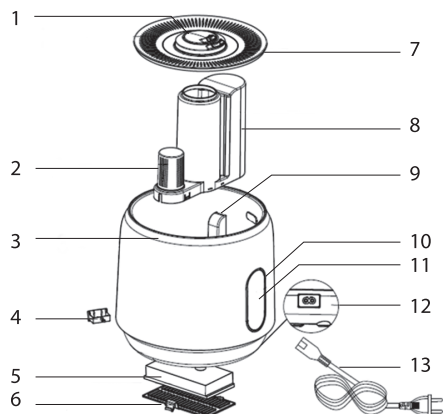

Рис. 1 Устройство прибора
| Функцияароматизации                                  | Аромакапсула находится с обратной стороны базы прибора (рис. 1). В нее можно добавлять эфирные масла и ароматизаторы для создания в комнате атмосферы уюта и комфорта. В сезон простуд в аромакапсулу можно добавлять, например, эвкалиптовое эфирное масло для профилактики простудных заболеваний. Как воспользоваться функцией ароматизации смотрите в разделе «Подготовка к работе». |
1. Снимите с прибора крышку бака с распылителем. (рис. 1).
При перемещении увлажнителя всегда держите прибор за базу (рис. 1). Если в приборе есть вода, во избежание ее попадания в электронные узлы через шахту вентилятора (рис. 1), держите прибор вертикально.
Воздушный фильтр предназначен для очистки воздуха, поступающего в прибор, от крупных частиц пыли и шерсти домашних животных. Воздушный фильтр установлен в специальный отсек в месте входа воздушного потока. Чтобы извлечь фильтр предварительной очистки, необходимо снять крышку воздуховода со дна прибора (рис.1).
3. Слейте воду из базы прибора так, чтобы вода не попала в шахту вентилятора (рис.1). В противном случае вода может попасть в электронные компоненты прибора. Если это произошло, необходимо дать прибору высохнуть и обратиться в сервисный центр.